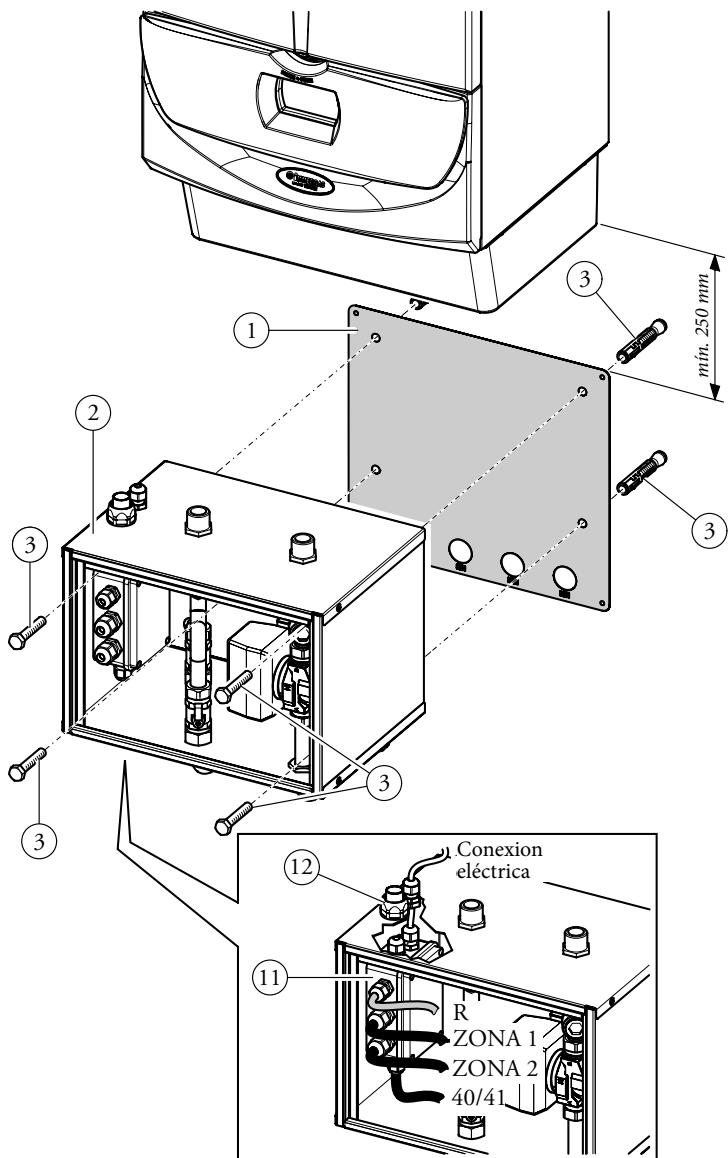

Fig. 1
- Coloque la plantilla (1) en la pared y marque de manera indeleble los puntos de fijación del kit y de las conexiones hidráulicas.
- Haga un agujero en la pared que corresponda a los agujeros de fijación que ha marcado anteriormente y bloquee el kit (2) a la pared usando los tacos de expansión que se la suministran d. 10 x 50 (3) Fig.1.